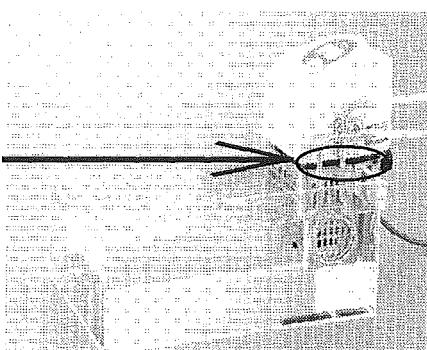

図2. 商品使用例写真
1. サーマルロボあるいはサーマックス本体（以下、本体）に本商品を固定します。本体向かって右側面のヒートカバーと本商品のネジ固定部とを2ヶ所、外れないようにネジで取付けてください。取付けの際は予めヒートカバーに取り付けられているネジを外してご使用ください。取付け方向は図2をご参照ください。